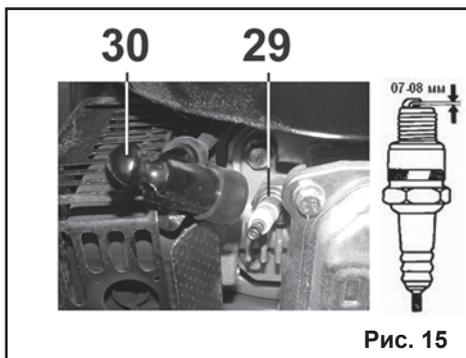

Рис. 15
9.5. Обслуживание свечи зажигания (Рис.15).